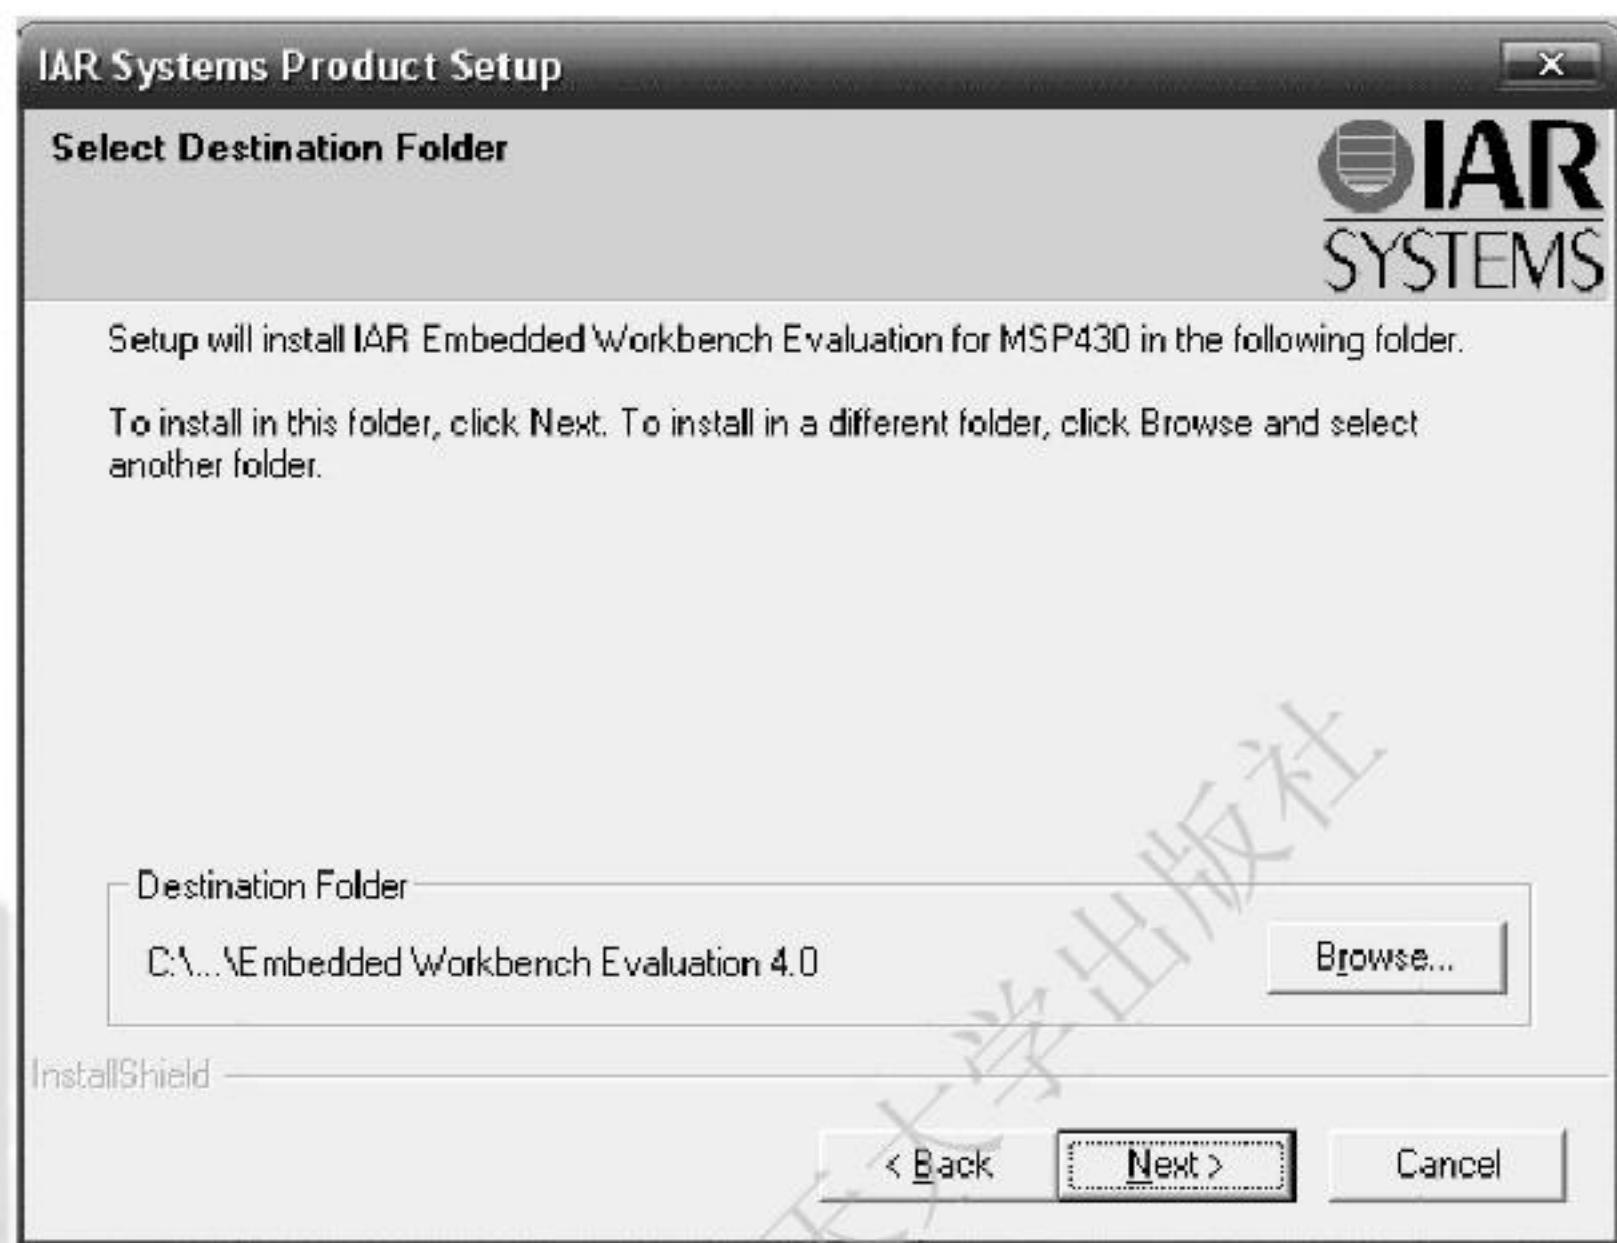

图 4-7 安装对话框 3
5) 再次回到已经打开的注册机,将最后一栏文本框中的全部数字复制到 License Key 下面的文本框中,单击 Next 按钮,看到图 4-7。